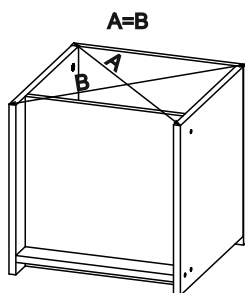

рис. 1
1. К боковине левой (1) и боковине правой (2) гвоздями 2х20 прибить подпятники
2. Соединить боковины вязкой (4), используя евроинты из комплекта фурнитуры
3. Прикрутить евроинтами цоколь (5)
4. В соответствующие отверстия на крышке (3) ввернуть штоки эксцентриков односторонние. Присоединить крышку к боковинам, зафиксировав стяжками эксцентриковыми
5. Гвоздями 2х20 прибить заднюю стенку предварительно выравняв диагональ (рис. 1)